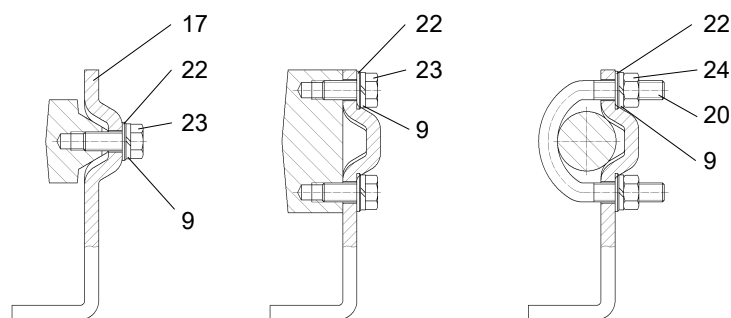
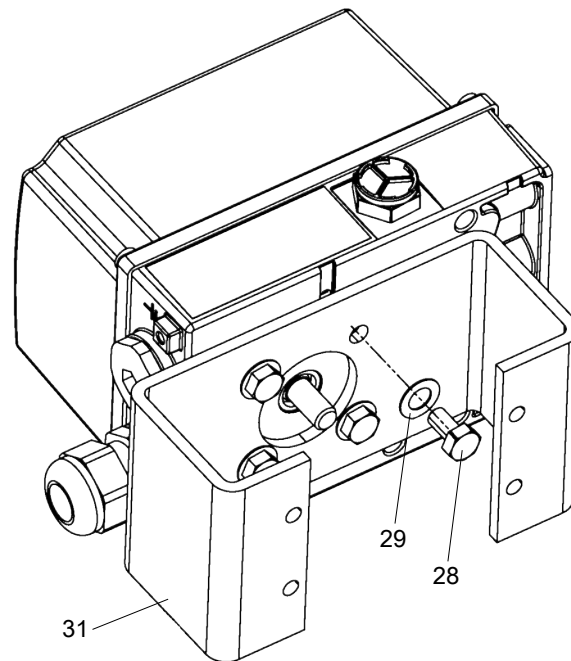

Fig. 13: Bevestiging aan verschillende types lantaarnstukken
Fig. 14: Montageconsole
1. Fig. 13: VDI/VDE 3845-montageconsole (31), specifiek voor de aandrijving, leveringsomvang fabrikant van de aandrijving, op de achterkant van de klepstandsteller zetten en vastschroeven met zeskant-schroeven (28) en borgringen (29).
2. Vierkantmoer (32) in het koppelingswiel (25) plaatsen, inbusschroef (33) in de vierkantmoer (32) schroeven.
3. Fig. 14: Het koppelingswiel (25) tot aan de aanslag op de as van de klepstandsteller schuiven, ongeveer 1 mm terugschuiven en de inbusschroef (33) vastdraaien met de bijgeleverde inbussleutel (34).